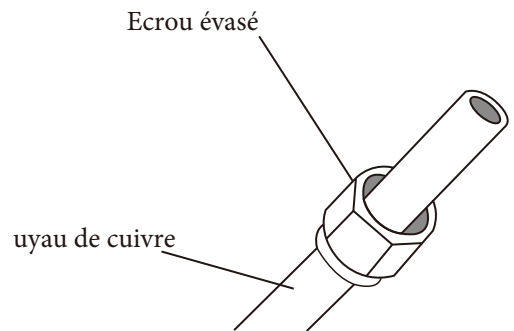

Fig. 5.3
- Placer les écrous évases sur les deux extrémités de tuyau. S'assurer qu'ils sont mis dans le bon sens car il sera impossible de les mettre ou d'en modifier le sens après l'évaseement. Voir Fig. 5.3.